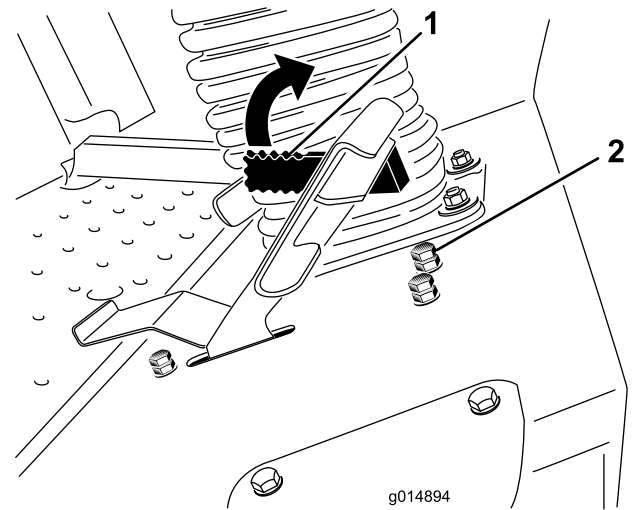

**Figure 40**
3. Desserrez l'écrou de blocage sur le boulon d'arrêt de la pédale de déplacement (Figure 40).